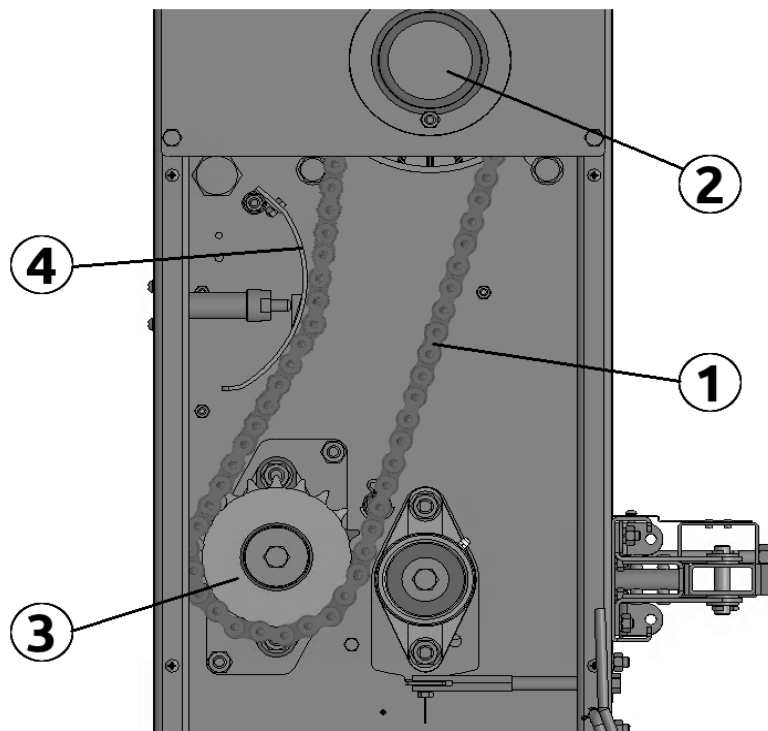

Рисунок 4.2
**Блок привода** (рис. 4.2) – это цепная передача (1) между приводной звездочкой на валу мотор-редуктора (2) и звездочкой приводного барабана (3).